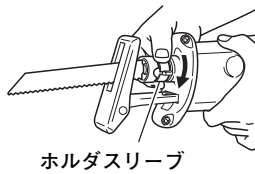

図 7
- (4) ホルダスリーブを矢印の方向(ホルダスリーブに刻印された矢印と反対の方向)に少し戻してください。ホルダスリーブはスプリングの力で自動的に勢いよく戻ります。この時、ホルダスリーブを締付ける必要はありません。(図7)